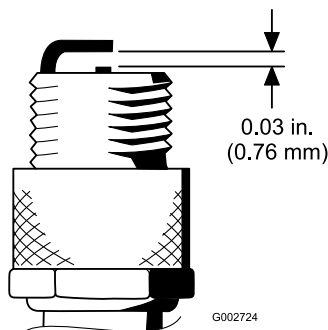

図 29
4. エアギャップを 0.76 mm に調整する 図 29を参照。正しく調整された点火プラグをガスケットシールと共にエンジンに取り付け、23N・m 2.3kg・m = 200in-lbにトルク締めする。トルクレンチがない場合は十分に締め付ける。